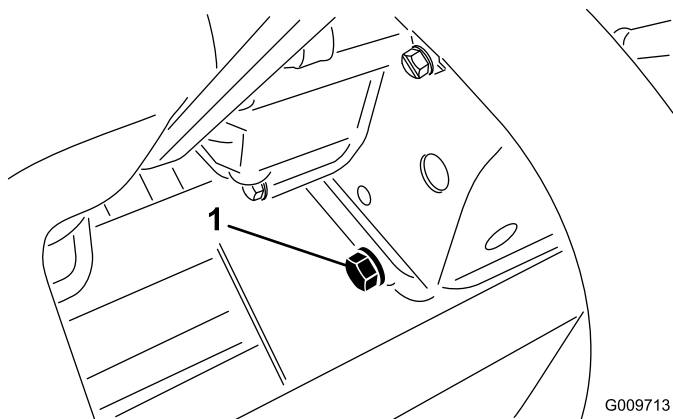

Figura 56
1. Retire o tampão de escoamento traseiro (Figura 56) e deixe o óleo escorrer para um recipiente adequado. Quando o óleo parar, volte a montar o tampão de escoamento.